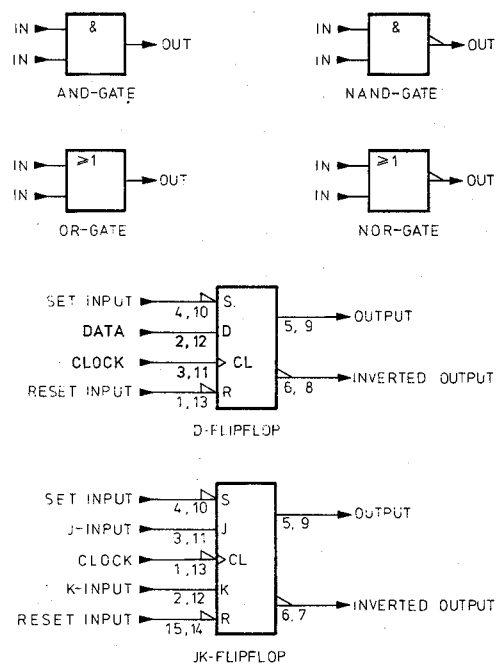

Fig. 2.10. Basic digital circuits
2.12.2. Basic digital circuits (see Fig. 2.10.)